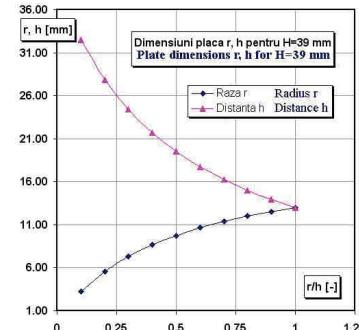

Fig. 10.4
Pentru valorile fixate ale plăcii  $L=100$  mm,  $H=39$  mm și ale raportului  $r/h$  conform tabelului 1, valorile distanței  $h$  rezultă din relația (6). Astfel, dimensiunile plăcii analizate și a crestăturii semicirculare sunt definitivate conform tab. 10.2, iar variația distanței  $h$  și a razei crestăturii  $r$  sunt date în fig. 10.4.
With the dimensions  $L=100$  mm,  $H=39$  mm,  $b=6$  mm and the fixed values of the ratio  $r/h$ , the  $h$  distance is expressed by relation (6). The final dimensions of the plate with a semicircular cut is presented numerical in tab. 10.2 and graphical in fig. 10.4.